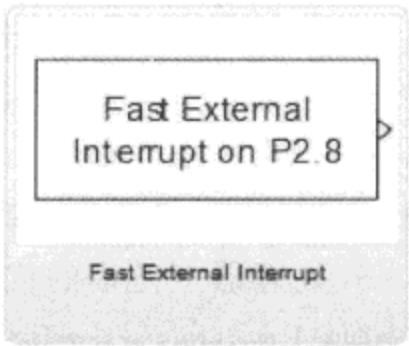

图 6.1.4 中断子库
(3) 中断。该子库包含模块 Fast External Interrupt,如图 6.1.4 所示。该模块在中断发生时触发一个异步函数调用。